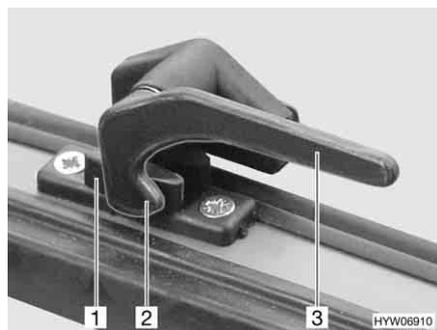

Fig. 45 Palanca de bloqueo en la posición de "cerrado"
- Girar la palanca de bloqueo (Fig. 45,3) un cuarto de vuelta hacia la mitad de la ventana.
- Girar la palanca de bloqueo (Fig. 45,3) un cuarto de vuelta hacia el marco de la ventana. El saliente de bloqueo (Fig. 45,2) se encuentra en la cara interior del bloqueo de la ventana (Fig. 45,1).
- En la posición "cerrada fijamente" (Fig. 45)